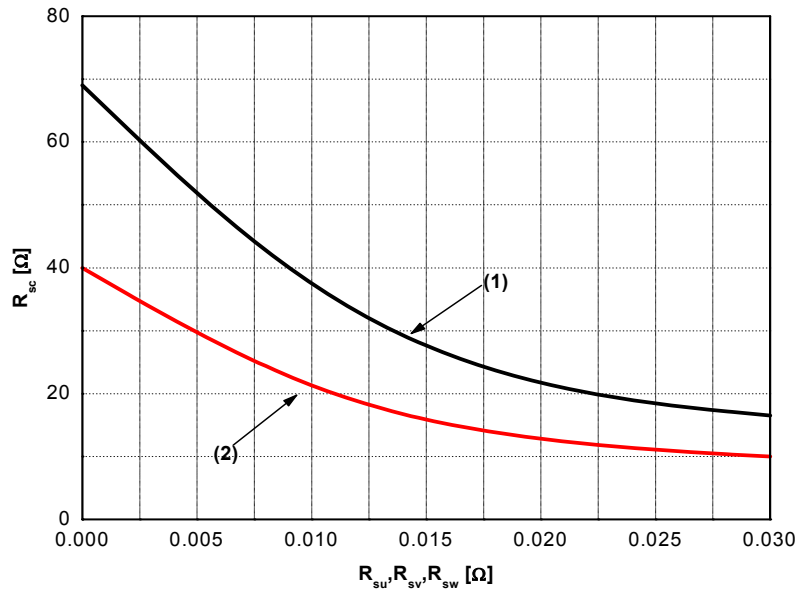

图 6. 短路保护分流电阻 (R_{su} , R_{sv} , R_{sw}) 的改变对 R_{sc} 的影响
- 短路电流保护仅作用于低端。外接检测电阻 (R_{SC}) 的阻值建议约为 40 Ω, 以保证当分流电阻 (R_{SU}, R_{SV}, R_{SW}) 为 0 Ω 时, 短路触发电平约为 75 A。若需了解外接检测电阻 (R_{SC}) 和分流电阻 (R_{SU}, R_{SV}, R_{SW}) 间关系的详细信息, 请参阅图 6。